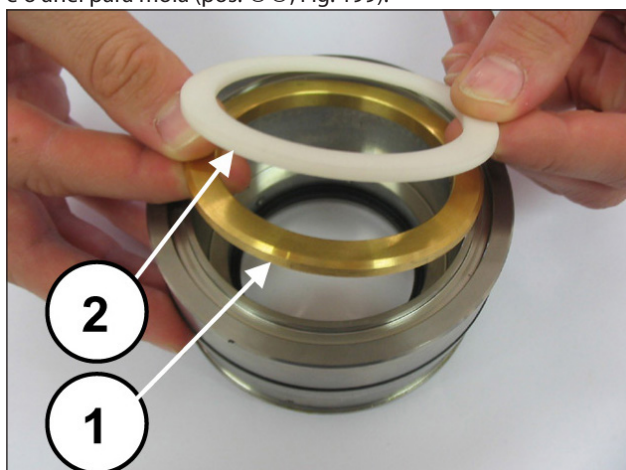
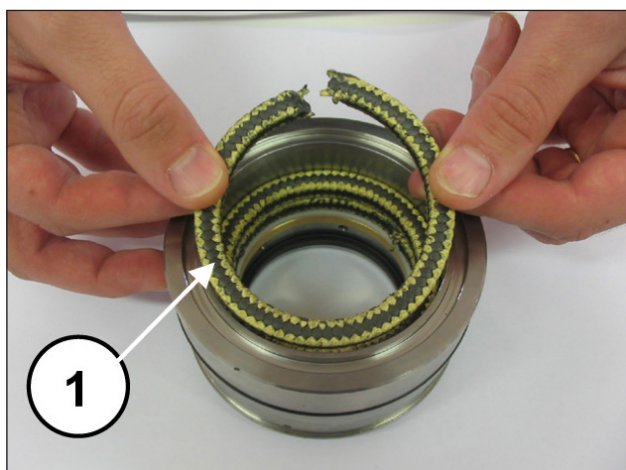
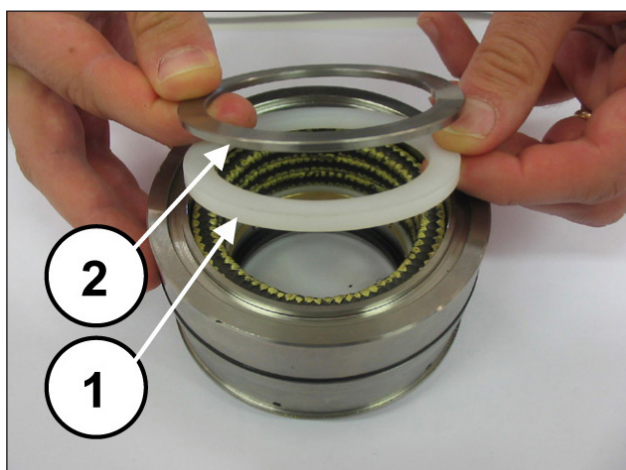

Fig. 197
Fig. 198
Fig. 199
Monte o anel de suporte e o anel anti-extrusão (pos. ①②, Fig. 197), os três anéis de estanqueidade KC prestando atenção para que os entalhes se encontrem a 120° um do outro (pos. ①, Fig. 198), o anel de raspagem dos vedantes KC e o anel para mola (pos. ①②, Fig. 199).